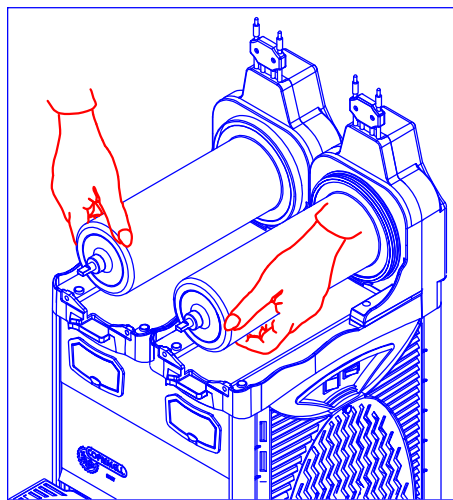

Fig. 5A
**IMPORTANTE :** (Fig. 5A) nelle operazioni di movimentazione o sollevamento, il distributore non deve essere mai preso per i cilindri evaporatori. La ditta non risponde dei danni provocati dalle suddette operazioni.
ATTENZIONE : Durante queste operazioni non spostare l'apparecchio usando come presa i cilindri evaporatori ( vedi Fig. 5A)